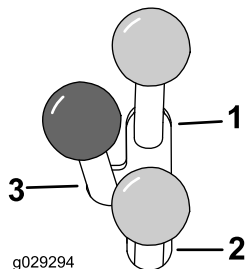

図 12
- 油圧アタッチメントを正転前転させるときは、補助油圧レバーを前へ押しませす 図 12。
- 油圧アタッチメントを逆転後転させるときは、補助油圧レバーを後へ押しませす 図 12。
注 前進位置や後退位置でレバーから手を離すと、レバーは自動的にニュートラル位置に戻ります 図 12。